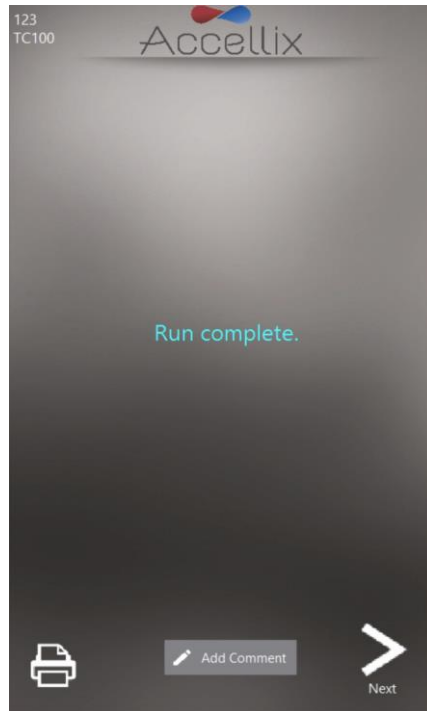
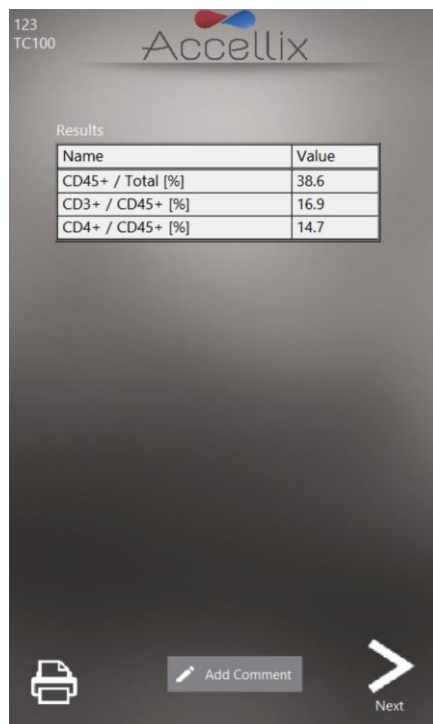

Figure 41 : écran d'exemple Procédure terminée
Figure 42 : écran d'exemple Rapport de résultats à l'écran
Les deux écrans suivants sont des exemples d'affichages de résultats potentiels (Figure 41 et Figure 42) :
- a. Pour un test qui produit un rapport de résultats à l'écran, p. ex. le test T Cell RTF (L), un écran **Results** (Résultats) apparaît à ce stade. Consultez l'exemple de rapport **Results** (Résultats) à l'écran sur la Figure 42.